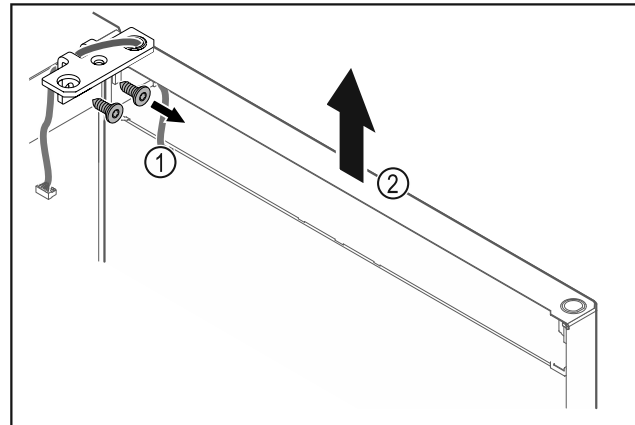

Fig. 26
- ▶ Scharnierhoek Fig. 26 (1) losschroeven.
- ▶ Deur inclusief scharnierhoek Fig. 26 (2) circa 200 mm recht omhoogtillen en verwijderen.